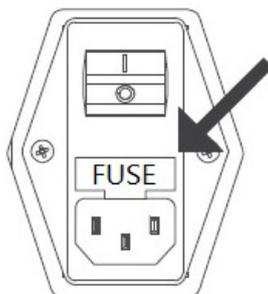

Fig. 43 - Scomparto porta fusibili
**Pulire il fascio tubiero** - Utilizzando la mano fredda in dotazione (Fig. 43 a pag. 44) scuotere energicamente per 5-6 volte le aste poste sotto il coperchio. Tale operazione rimuove la fuliggine che si è depositata sui condotti fumi dello scambiatore durante il normale funzionamento della caldaia.